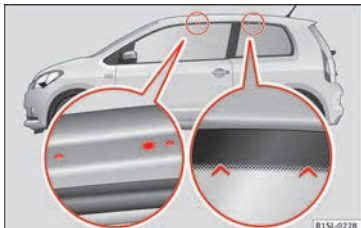

Fig. 137 Points de fixation des supports standards et de la galerie porte-bagages du toit sur les véhicules à deux portes.
Véhicules à deux portes : les orifices et les marques indiquant les points de fixation des supports de base avant se trouvent dans la partie inférieure des longerons du toit » **fig. 137** (agrandissement gauche). Les orifices et les marques sont uniquement visibles lorsque la porte est ouverte. Les marques des points de fixation des supports de base arrière se trouvent dans la partie supérieure des glaces » **fig. 137** (agrandissement droit).
- Le support standard doit être fixé **uniquement** aux points indiqués sur l'illustration » **fig. 137**.